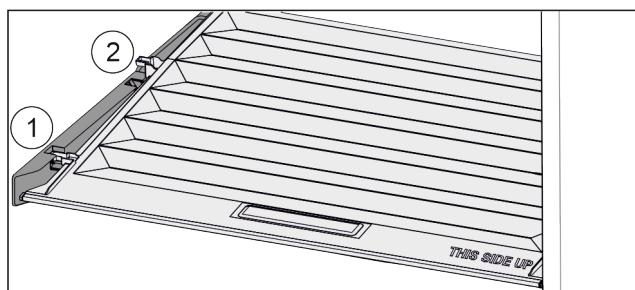

Fig. 107
- Vytáhněte víko dopředu až k otvoru v přídržných dílech Fig. 107 (1).
- Vzadu zespodu nadzvedněte a vyjměte směrem nahoru Fig. 107 (2).